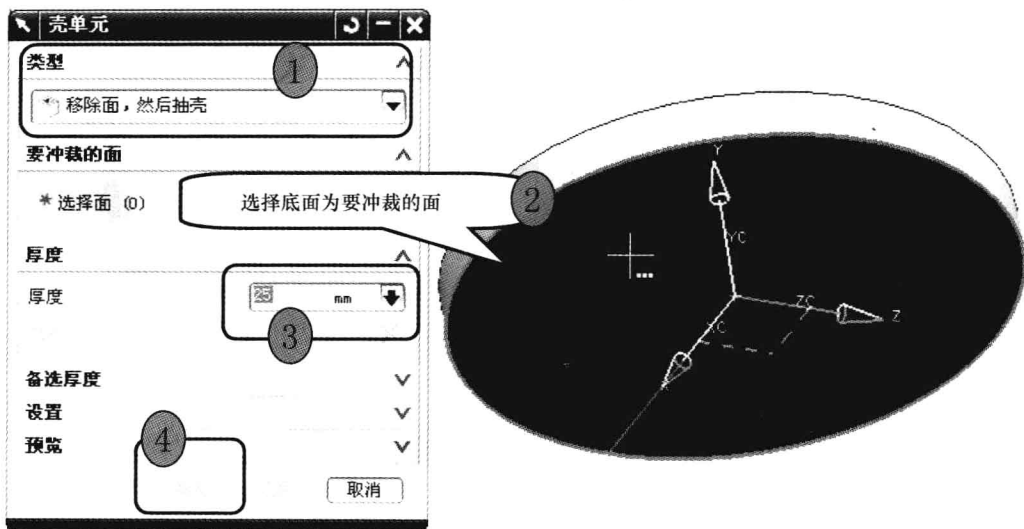

图 1-14 “抽壳”创建
(2) 选择菜单中的【插入】→【偏置/缩放】→【抽壳】命令，或在【特征操作】工具条选择【抽壳】命令图标，出现【壳单元】对话框。在类型栏选择【移除面，然后抽壳】，选择【阀盖底面】为要冲裁的面，厚度输入【25】，如图 1-14 所示。单击【确定】按钮，完成阀盖抽壳操作，如图 1-15 所示。